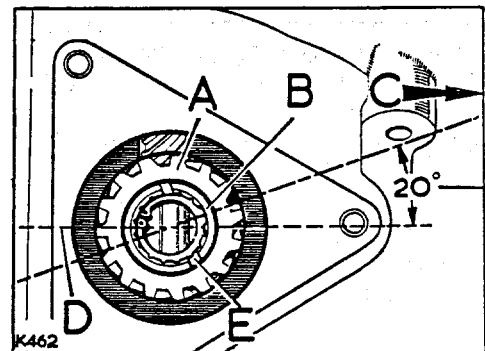

Abb. A1-62. Antriebsrad einbauen
3. Das Antriebsrad einsetzen, sodass in eingebautem Zustand die Führungsnut gegen den 1. Zylinder gerichtet ist. Siehe Abb. A1-62.